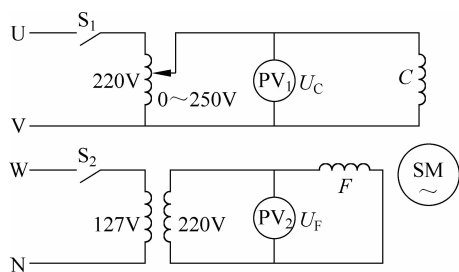
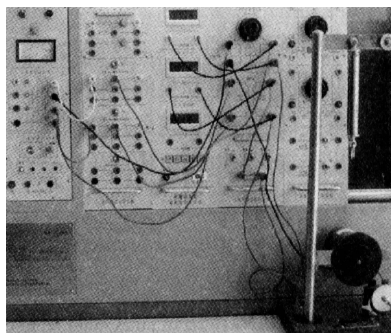

图 3-11 交流伺服电动机的工作电路
图 3-12 交流伺服电动机的实训线路
(1) 连接交流伺服电动机工作线路。交流伺服电动机工作电路如图 3-11 所示。参照工作电路,连接好如图 3-12 所示的线路。交流电压表选用 300V 量程。将交流电源输出电压调至最小,控制绕组调压器输出调至最小。